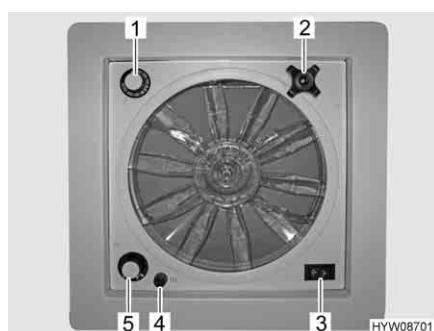

Fig. 58 Oblò con ventilatore
- ▷ Un fusibile da 4 A (Fig. 58,4) protegge da sovraccarico il motore del ventilatore. Se si verifica un sovraccarico: Per prima cosa individuare ed eliminare la causa (ad es. il ventilatore è sporco), poi sostituire il fusibile.
- Ruotare la maniglia girevole (Fig. 58,2), finché non si raggiunge l'angolo di apertura desiderato.
- Portare l'interruttore a levetta (Fig. 58,3) su "Aerazione" (flusso d'aria dall'esterno verso l'interno) o "Sfiato" (flusso d'aria dall'interno verso l'esterno).
- Portare l'interruttore a levetta (Fig. 58,3) sulla posizione centrale.
- Posizionare l'interruttore girevole (Fig. 58,5) sul grado desiderato:
- Ruotare il termostato (Fig. 58,1) fino alla battuta in direzione "blu".
- Ruotare il cappuccio nero (Fig. 58,4) di un quarto di giro in senso antiorario.